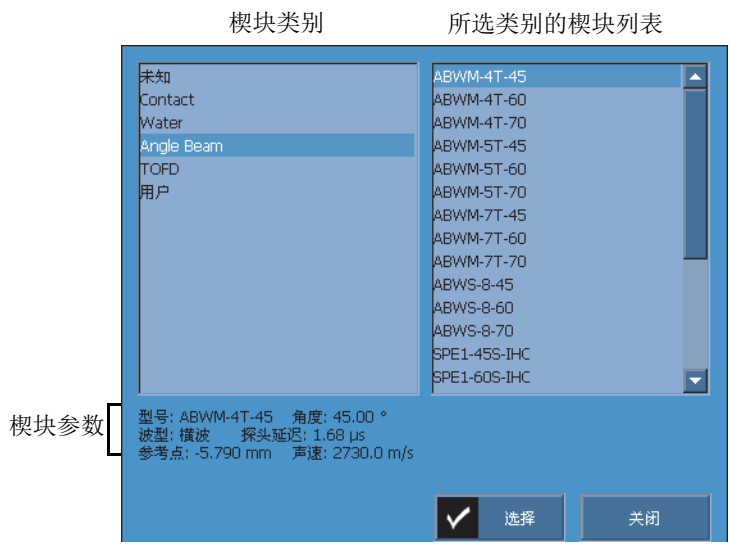

图 4-3 楔块选择对话框
3. 选择**楔块**，打开预先定义楔块的列表（参见第 84 页的图 4-3）。